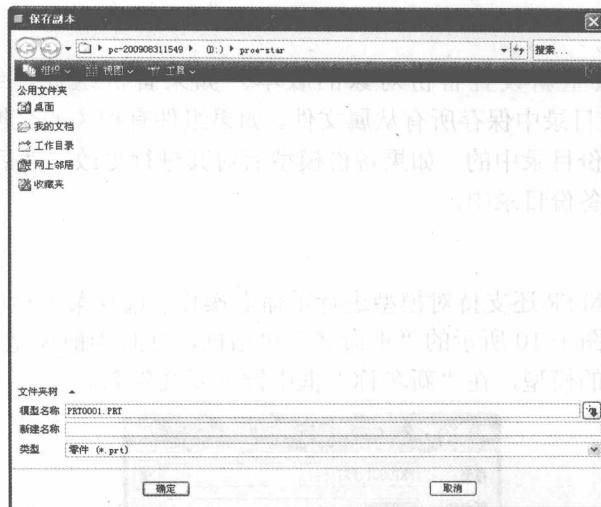

图 1-8 “保存副本”对话框
- 01** 选择菜单栏中的“文件”→“保存副本”命令，打开如图 1-8 所示“保存副本”对话框。在“模型名称”框中出现活动模型的名称。也可以单击“命令和设置”按钮 $\downarrow$ 选